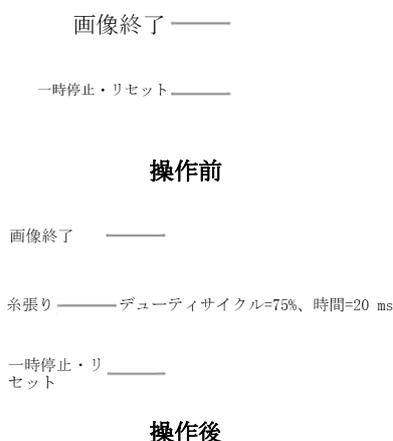

図 5. 10. 4a レイヤー終了コマンドセットの操作方法
③すべてのコマンドを追加した後、削除する必要がある場合、コマンドセグメントをダブルクリックするとパラメータ設定ボックスがポップアップ表示され、パラメータを変更することができます。コマンドを削除する必要がある場合、コマンドセグメントを選択し、「削除」ボタンをクリックします。コマンドセグメントを移動する必要がある場合、コマンドを選択した後、「↑」「↓」ボタンをクリックすると、コマンドセグメントを上下に移動できます。
④最後に「確認」ボタンをクリックすると、このデフォルトコマンドセットが保存されます。「コマンド処理」をクリックすると、レイヤーの終了位置にこれらのコマンドがデフォルトで追加されます。具体的な操作は図 5. 10. 4a の通りです。
⑤レイヤーを設定することもできます。レイヤー1にのみデフォルトコマンドセットを設定する場合、レイヤー1を選択して設定します。すべての図形にデフォルトのコマンドセットを設定する場合、レイヤー選択ボックスをクリックし、残りの各レイヤーを選択してコマンドセットを設定します。レイヤー選択ボックスは図 5. 10. 1c の通りです。